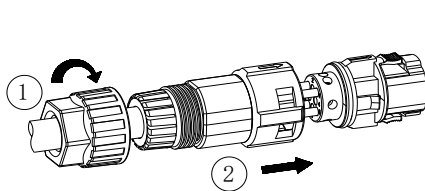

FIG.6 Montagem do conector
4) Aperte a porca de pressão e em seguida empurre a luva roscada para dentro do bujão, conforme FIG.6.